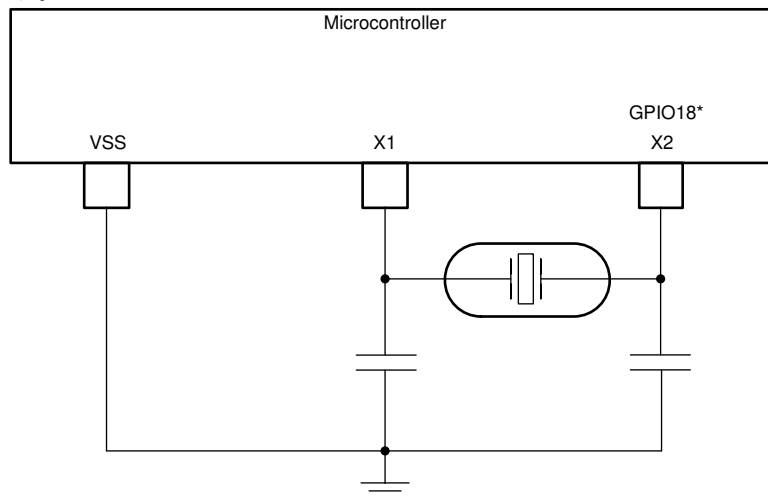

図 7-18. 外部水晶振動子
- 外部水晶振動子。図 7-18 に示すように、X1 と X2 の間に水晶振動子を接続して、さらに負荷コンデンサを VSS に接続する必要があります。